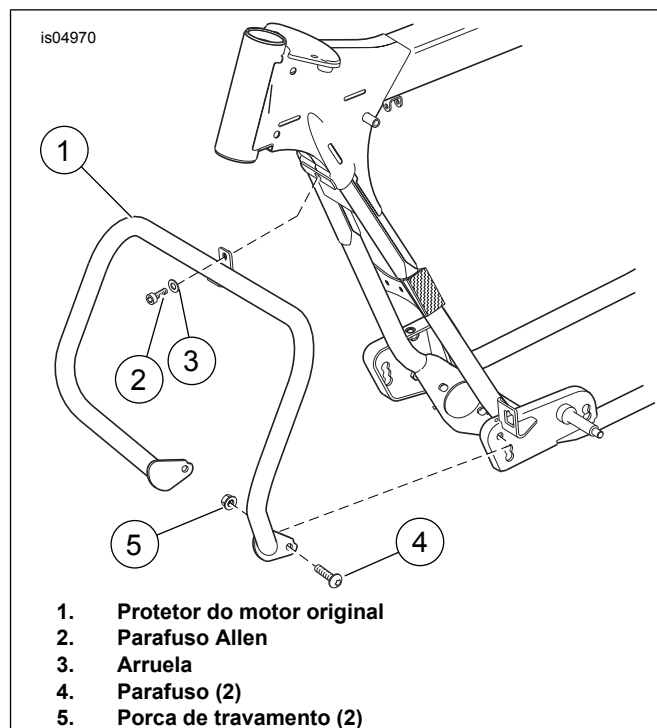

Figura 3. Instalação do protetor do motor
1. Veja Figura 3. Remova e descarte os dois parafusos (4) e as porcas de travamento (5) que fixam a parte inferior do protetor do motor original (1) ao quadro da motocicleta.
2. Remova e descarte o parafuso hexagonal (2) e a arruela (3) que fixam a parte superior do protetor. Remova o protetor do motor do quadro com cuidado para não riscar o acabamento da motocicleta.